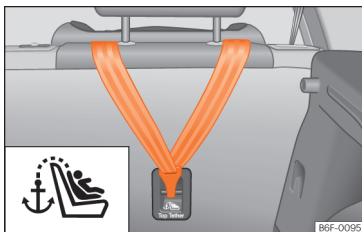

Abb. 40 Rückseite der Rücksitzbank: Halteösen für den Top Tether Haltegurt.
- Den Haltegurt verschieben und ordnungsgemäß an der Verankerung des hinteren Teils der Rückenlehne befestigen »» (Abb. 40).